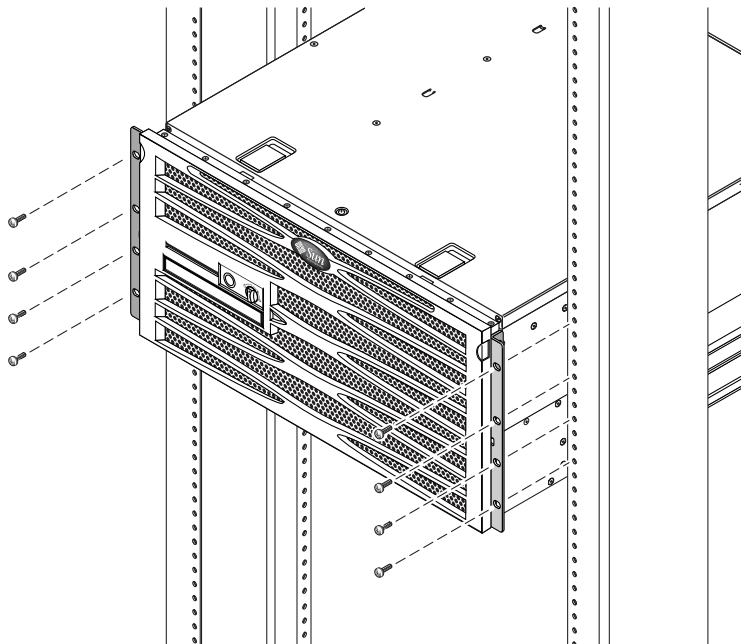

BILD 3-4 Skruva fast serverns framsida i racket
7. Använd fyra skruvar per sida och skruva fast den främre delen av de fasta skenorna som sitter på serverns sidor på rackets framsida (BILD 3-4).